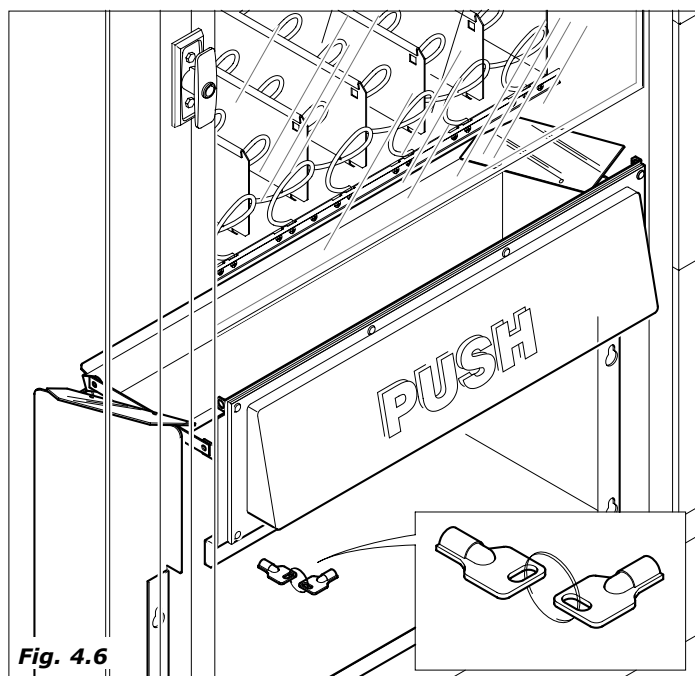

Fig. 4.6
- spirali (esempio in Fig. 4.6)